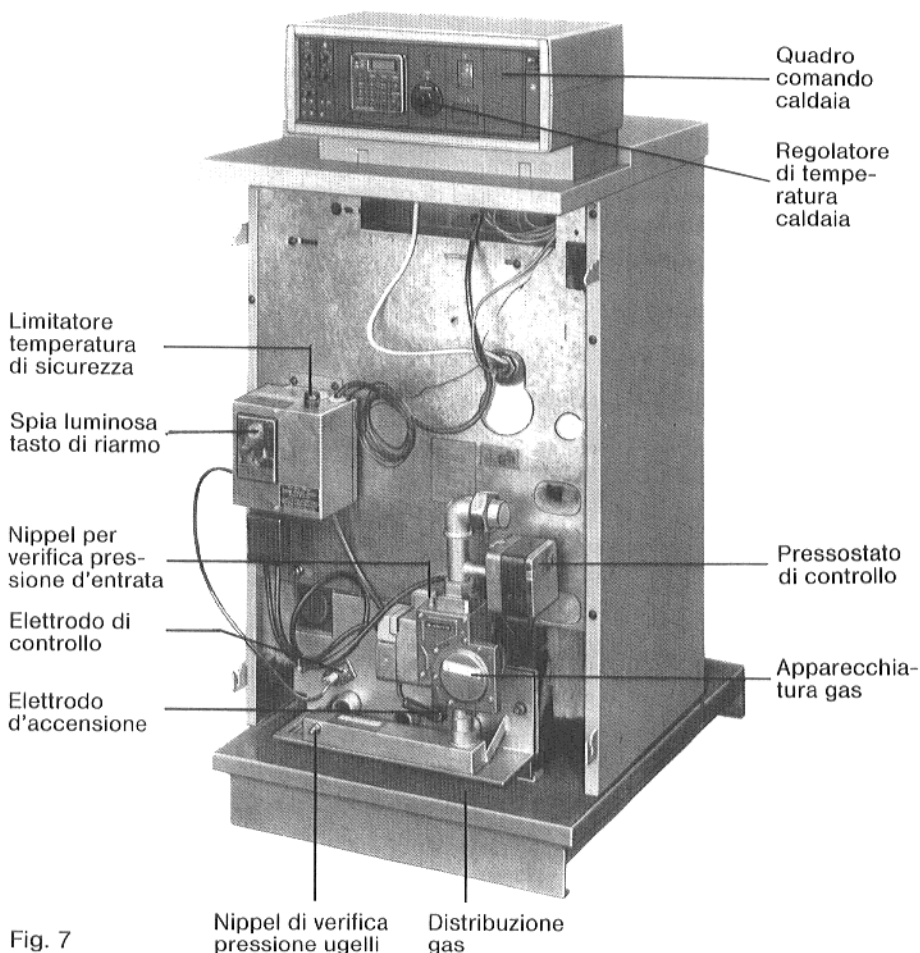

Fig. 7
- **Chiudere nuovamente la vite speciale del nippel di prova (Fig. 7). Controllarne la tenuta ermetica!**
- Tarare il regolatore di temperatura di caldaia alla temperatura voluta (Fig. 7).